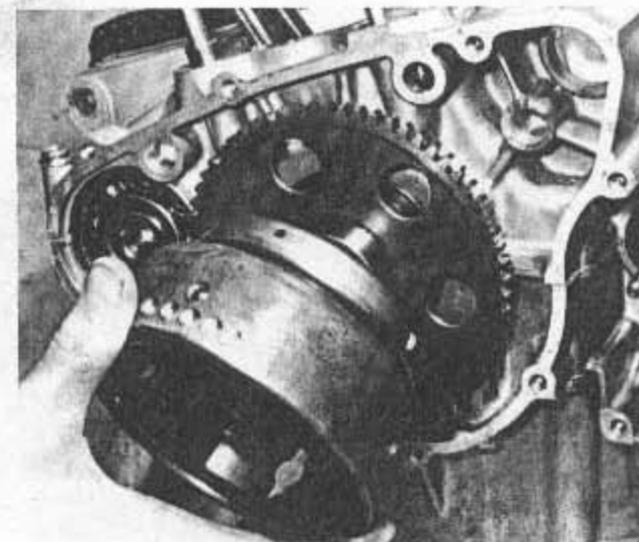

Bild 131
- Bevor nun der Rotor mit daran befestigter Freilaufkupplung montiert werden kann, reinige man gründlich den Konus auf dem Wellenstumpf und denjenigen im Rotor selbst. Der Rotor wird auf die Welle geschoben und gleichzeitig im Gegenzeigersinn verdreht, damit die drei Kupplungsrollen leicht auf die Nabe des Zahnrades rutschen können (Bild 131). Die Zentralschraube wird ein-